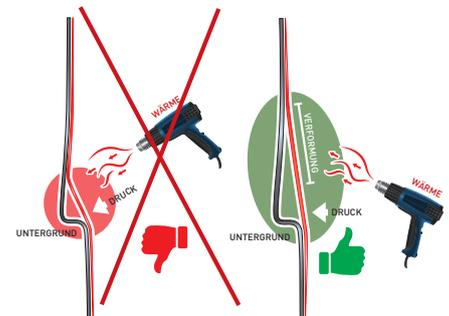

Abbildung 11
- › Die Folie auf dem Untergrund so spannen, dass sie mit allen Punkten des Reliefs in Berührung kommt. (Abb. 11)